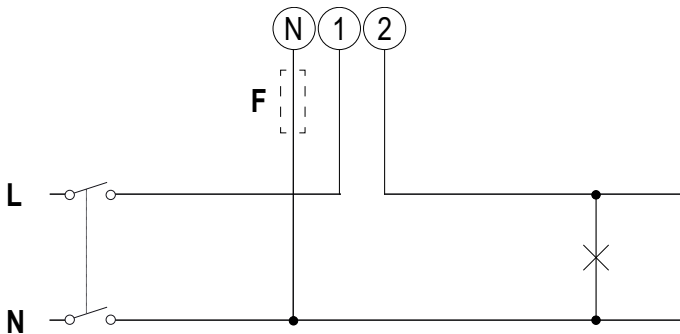

Fig. 2
Fig. 2	Sistema monofase. Fusibile (F) da 315 mA, se previsto dalle leggi locali. Uscita impulsiva (due collegamenti possibili) Vdc : tensione di alimentazione esterna (corrente continua) Out : contatto in uscita (transistor PNP open collector)